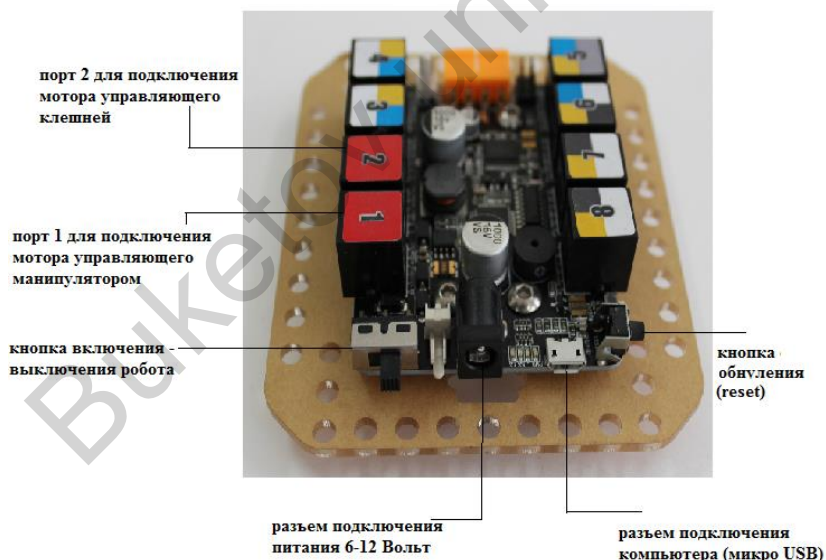

Рисунок 2.18 Порты микроUSB
- 1) Подключить кабель USB для подключения между Вашим роботом и платой контроллера и компьютером (рисунок 2.18).